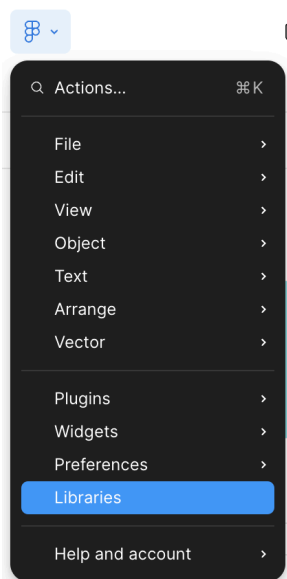

Рис. 3.79. Подключение библиотеки компонентов
3. Подключение библиотеки. В файле "Мнемосхемы" подключить библиотеку компонентов: Figma → Libraries → Add to file (рис. 3.79);